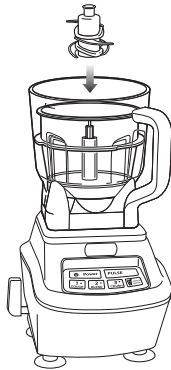

Fig. 2
- 3 Place the mini prep bowl aligning the spindle inside the center post. (Fig. 2)